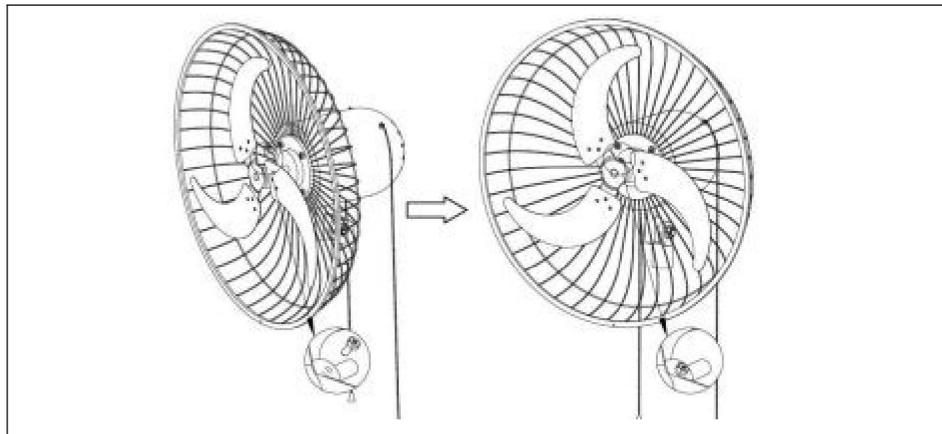

Fig.6.
2). Instale las aspas del ventilador (15) en el eje del motor y luego bloquee el tornillo de las aspas (14). Consulte la (Fig.6).